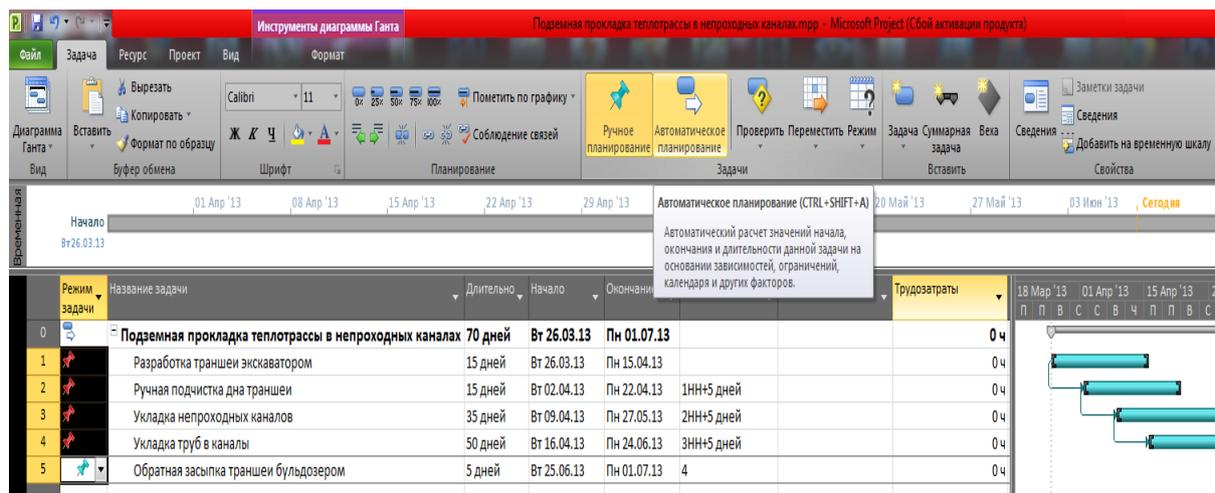
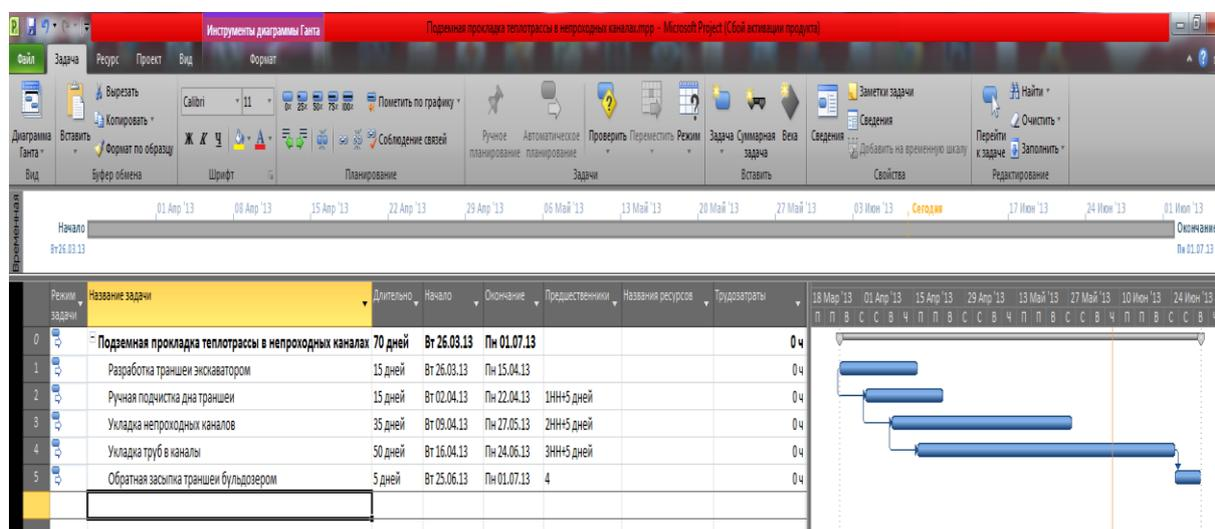

Рис. 15 Установка задачам режима «Автоматическое планирование»
Рис. 16 Результат установки задачам режима «Автоматическое планирование»
1) В столбце рабочей области «Режим задачи» выделяем (с помощью кнопки «Ctrl») все задачи, кроме суммарной, и во вкладке «Задача», в разделе «Задачи» нажимаем на пиктограмму «Автоматическое планирование» (рис. 15). Получаем результат, приведенный на рис. 16. Произошло несколько изменений: первое – в столбце «Режим задачи», а второе – график поменял свой цвет;